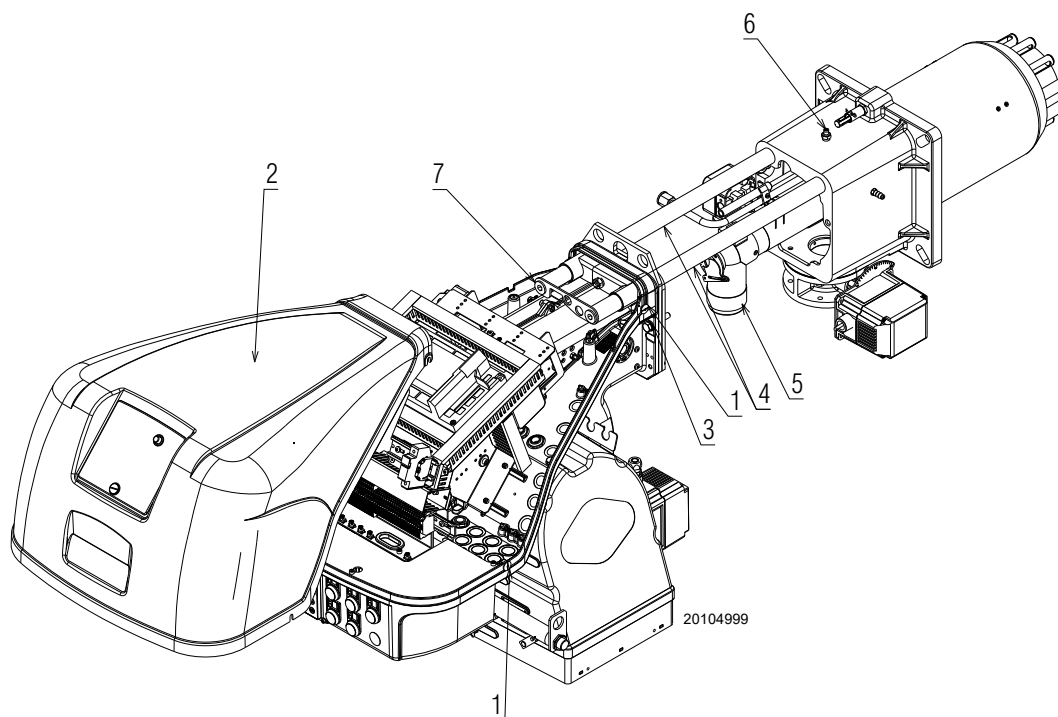

Fig. 35
Assicurarsi che i fori di fuoriuscita del gas per la fase di accensione, presenti nel distributore della testa di combustione, siano liberi da impurità o depositi di ruggine. In caso di dubbio, smontare il gomito (Fig. 35 a pag. 37).
- Allentare le 4 viti 1)(Fig. 35) e togliere il cofano 2);